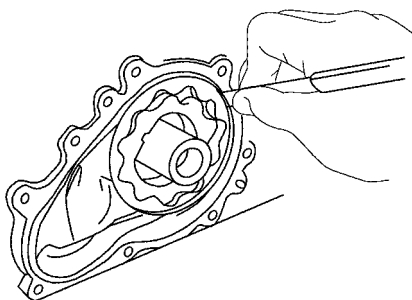

图 3-13 检查径向间隙
(2) 检查径向间隙。使用塞尺测量二个转子之间的间隙，如图 3-13 所示。